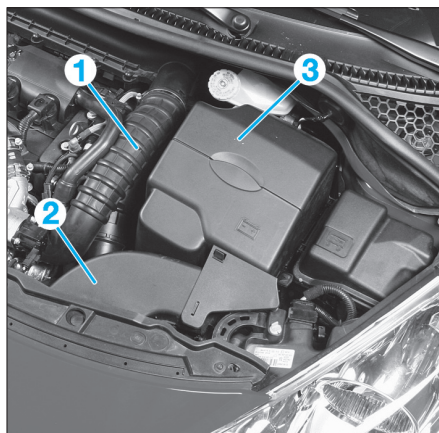

Fig. 1
- les raccords d'entrée d'air admission (1), (2) (Fig.1),